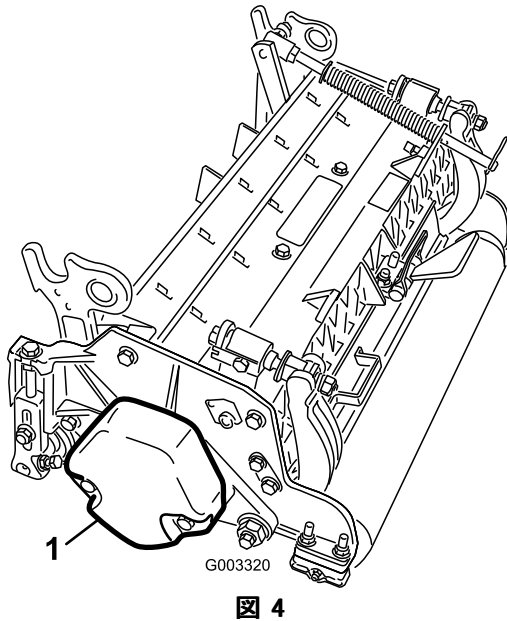

図 4
4. カウンタウェイト(図 4) を、決められている側に取り付ける；カッティングユニットのオペレーターズマニュアルを参照。